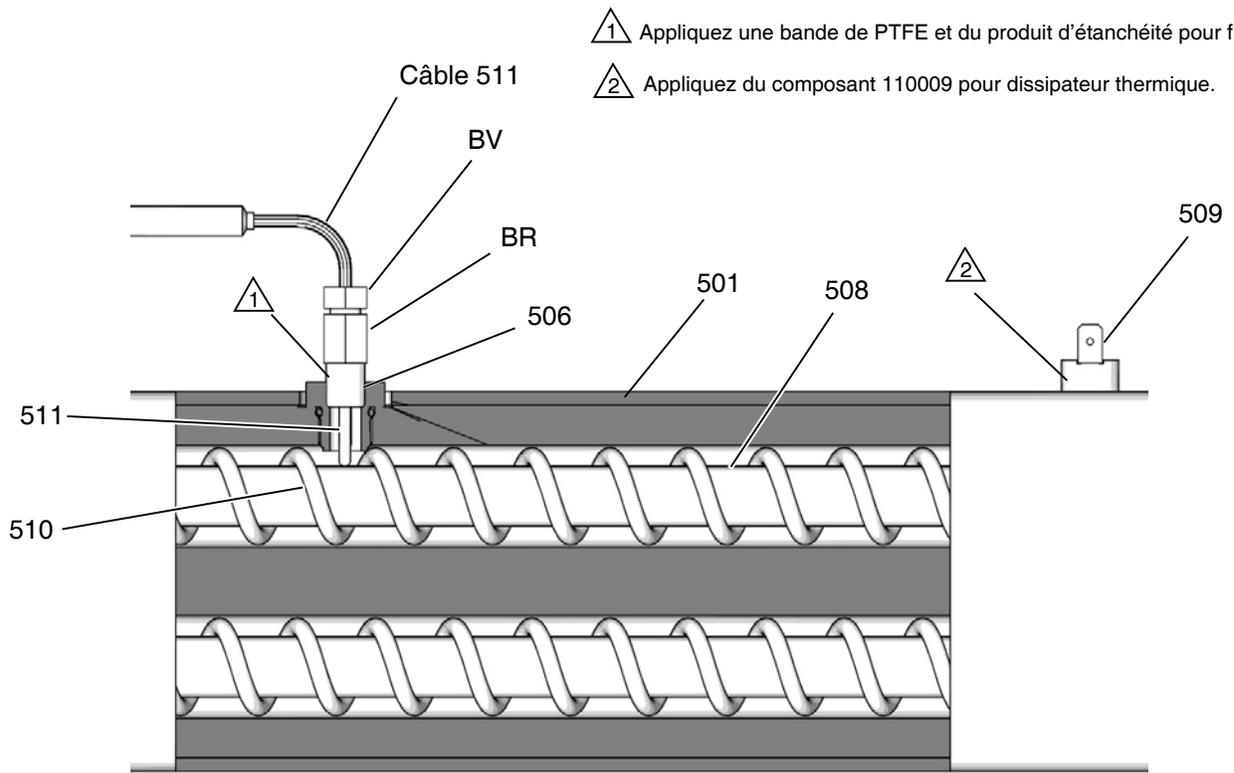

FIG. 69 : Thermocouple
6. Sortez les fils du thermocouple du coffret électrique (C). Noter le cheminement des fils car il faudra procéder de la même manière pour les remettre en place.
7. Voir la FIG. 69. Desserrez l'écrou de la virole (BV). Retirer le thermocouple (511) du boîtier du réchauffeur (501), puis retirer le boîtier du thermocouple (BR). Ne pas retirer l'adaptateur du thermocouple (506) à moins de devoir aussi retirer le mélangeur (510). Si l'adaptateur doit être retiré, assurez-vous que le mélangeur (510) n'est pas sur le trajet pour remettre l'adaptateur en place.
8. Remplacez le thermocouple. Voir la FIG. 69.
- a. Retirez le ruban de protection de la pointe du thermocouple (511).
- b. Appliquez un ruban PTFE et de la colle à filetage sur le filetage mâle, puis vissez le boîtier du thermocouple (BR) sur l'adaptateur (506).
- c. Enfoncez le thermocouple (511) de sorte que la pointe soit en contact avec l'élément chauffant (508).
- d. Tout en maintenant le thermocouple (511) contre l'élément chauffant, vissez manuellement l'écrou de la virole (BV) et le serrer ensuite de 1/4 de tour.
9. Introduire les fils du thermocouple dans le boîtier électrique (C) et les raccorder au faisceau comme auparavant. Rebrancher les fils sur la carte.
11. Mettez les chauffages A et B en marche simultanément à titre d'essai. Les températures doivent monter de façon égale. Si un réchauffeur affiche une température basse, desserrer l'écrou de virole (BV) et serrer le boîtier du thermocouple (BR) de sorte que la pointe du thermocouple (511) soit bien au contact de l'élément (508).